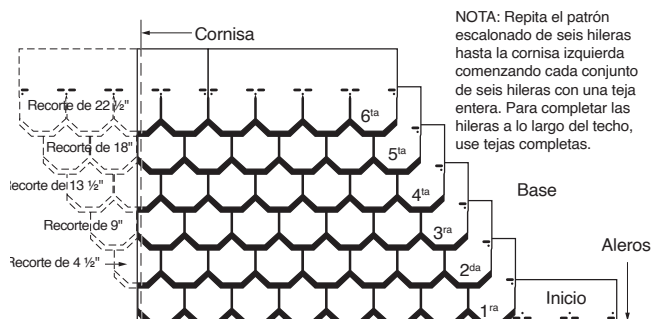

Figura 17-15: Recorte de cuatro pulgadas y media, seis arriba (Carriage House).
2. Ubique los sujetadores en la hilera inicial aproximadamente 1 1/2" (38 mm) hacia arriba desde el borde inferior, para que estén centrados debajo de las lengüetas de la primera hilera. Continúe a lo largo de los aleros con largos enteros de 10" (250 mm) x 36" (915 mm) (Figura 17-15).
**PRIMERA HILERA:** Coloque una teja entera en la esquina inferior izquierda del techo, con las lengüetas al ras de la hilera inicial (Figura 17-15).